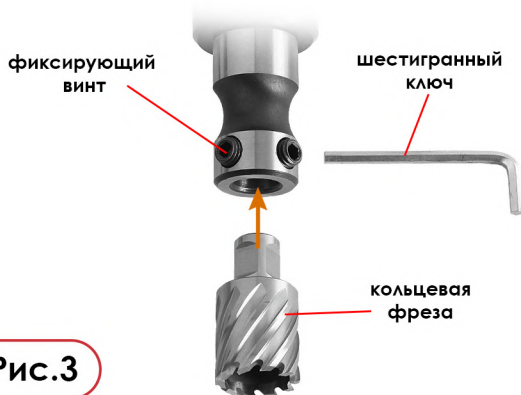

Рис.3
2. Используйте 4-мм шестигранный ключ(входит в комплект поставки) , чтобы зафиксировать 2 винта на хвостовике кольцевой фрезы (Рис. 3)